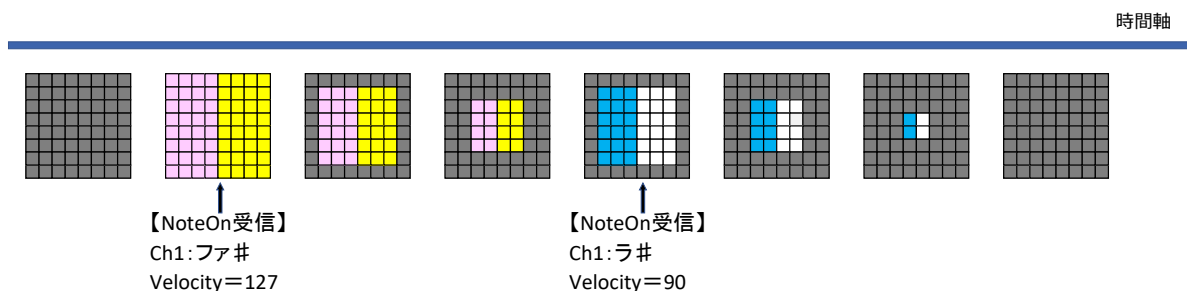

図 1-7 表示例(特定 MIDI チャンネル表示モード)
- 図 1-7 に示すとおり、表示対象チャンネルの NoteOn(打鍵)メッセージを受信するごとに、音階ごとに割り当てた色を表示し、一定時間ごとに表示範囲を徐々に小さくしていきます。
- 表示開始の際、NoteOn(打鍵)メッセージに含まれる Velocity 値を参照して、大きさを決定します。図 1-7 に示すとおり、“ファ#” NoteOn メッセージの Velocity 値は最大値のため、最大サイズから表示開始しており、“ラ#” NoteOn メッセージでは Velocity 値は小さいため、一回り小さい範囲から表示開始しています。